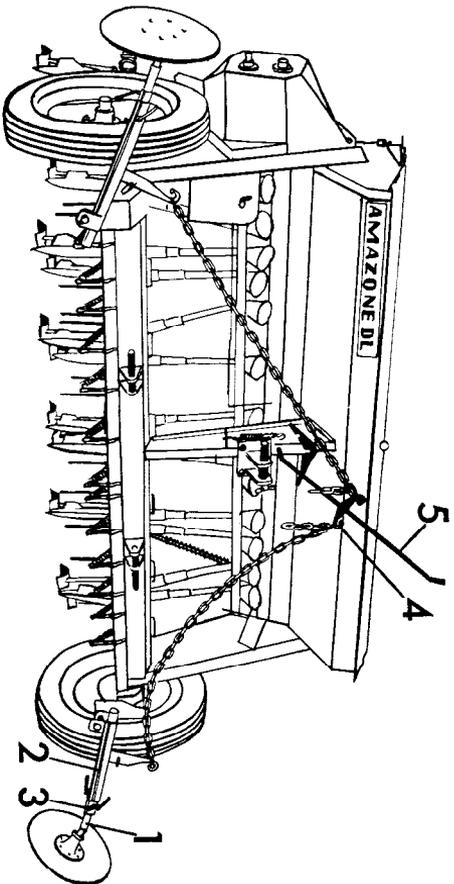
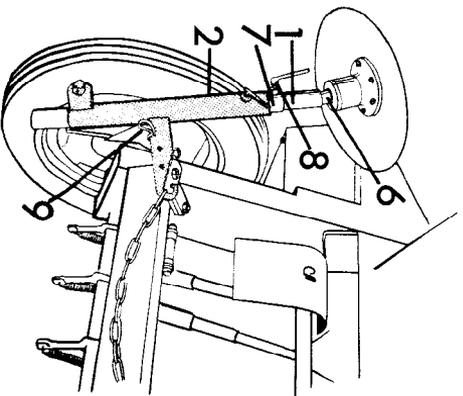

Abb. 2
Abb. 3
1. Spurscheiben (siehe Abb. 2 und 3)
Die Spurscheiben (Abb. 2/1), die an dem Maschinenrahmen angebunden sind und auf den Scharen liegen, werden in die beiden Halteröhre (Abb. 2/2) gesteckt und mit Knebelschrauben festgeklemmt. Anschließend ist die linke Kette bei **herabgelassenem Spuranreißer** in den Stellhebelhaken (Abb. 2/4) so einzuhängen, daß sie leicht nach unten durchhängt. Dann ist der Stellhebel (Abb. 2/5) nach rechts zu stellen und die rechte Kette wie die linke einzuhängen.
Die Spurscheibenachse (Abb. 3/6) ist schräg angeschweißt. Durch Drehen des Verstellrohres (Abb. 3/1) in seinem Halterohr (Abb. 3/2) kann je nach Bodenart die Spurscheibe so eingestellt werden, daß eine deutliche Spur auf dem Boden angerissen wird.
Für den Transport wird der Stellhebel (Abb. 2/5) für Spuranreißer auf Mitte gestellt und die beiden Ketten nach Anziehen auf die Haken (Abb. 2/4) gehängt und beide Spuranreißer in senkrechter Stellung durch Splint (Abb. 3/9) befestigt. Falls hierbei die Spurscheiben an den Rahmen stoßen, sind die Verstellrohre (Abb. 3/1) ein Stück herauszuziehen. Zum schnellen Einstellen des einmal festgelegten Spurreißermaßes dient der Anschlagring (Abb. 3/7), der mit Knebelschraube (Abb. 3/8) festzustellen ist.